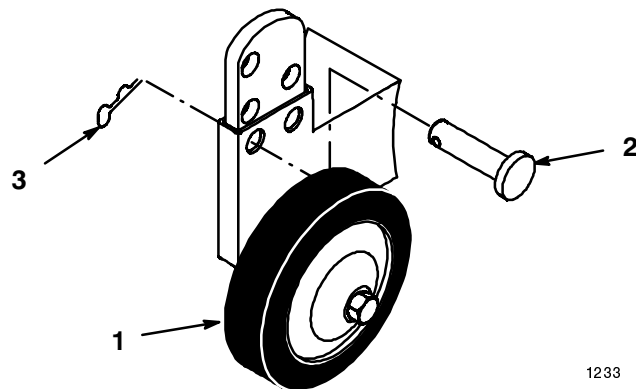

Figure 29
2. Pour modifier la hauteur des roues au-dessus du sol, retirer la goupille épingle pour déplacer l'axe dans un autre trou (Fig. 29).
3. Choisir les nouveaux trous pour que la roue soit à environ 1 cm (3/8") du sol lorsque le plateau est à la hauteur de coupe sélectionnée (Fig. 29).